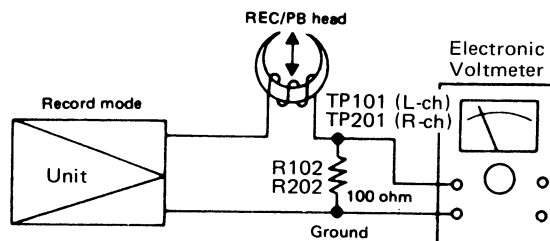

Figure 6-1
- Connect instruments as shown in Figure 6-1 and adjust variable resistor VR301 or VR302 so that bias current available with the tape selector switch set at each position is as shown in Table 6-1.
- Stellen Sie sicher, daß zwischen den Instrumenten (siehe Abbildung 6-1) eine Verbindung besteht und stellen Sie die Regelwiderstände VR301 oder VR302 so ein, daß der Vormagnetisierungsstrom, der mit Hilfe des Cassettenwahl-schalters festgesetzt werden kann, die Werte in Tabelle 6-1 erreicht.
- Brancher les appareils comme le montre la Figure 6-1 et régler la résistance variable VR301 ou VR302 de telle sorte que le courant de polarisation disponible avec le commutateur de sélection de bande réglé sur chaque position soit comme indiqué sur le Tableau 6-1.